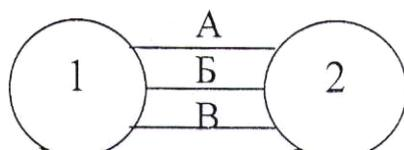

Рис. 2
3. Любые два события могут соединяться не более чем одной работой (рис.2).
(это нарушение третьего правила), рис. 2. (Все три работы А, Б, В, будут иметь одинаковые индексы и обозначения работ 1-2).